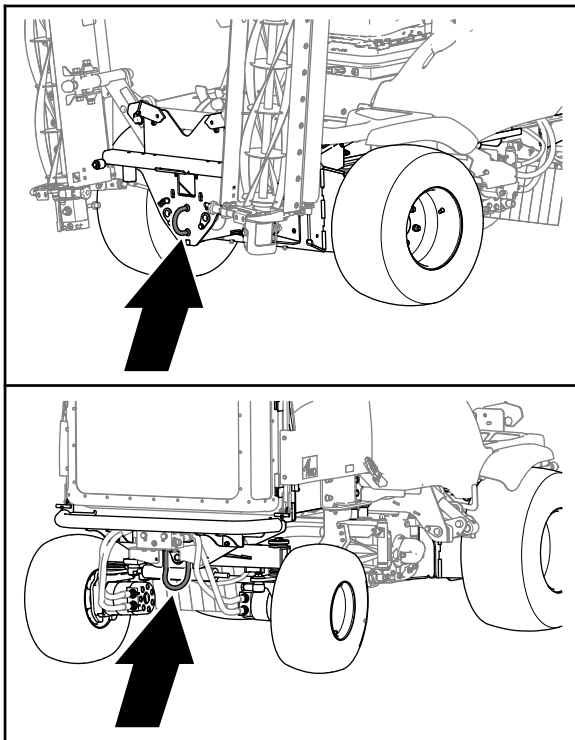

Bild 34
5. Setzen Sie eine **starre** Abschleppstange zwischen der Abschleppöse vorne an der Maschine und dem Zugfahrzeug ein Bild 34.